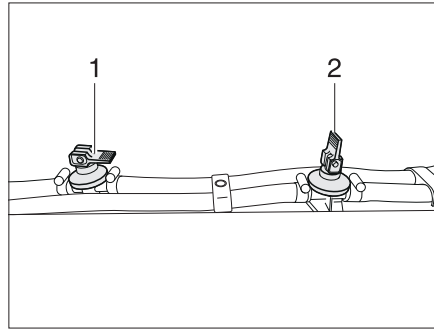

Bild 349 Ablasshahn
- Alle Ablasshähne öffnen. Dazu den Kipphebel (im Bild 349,2) senkrecht stellen.